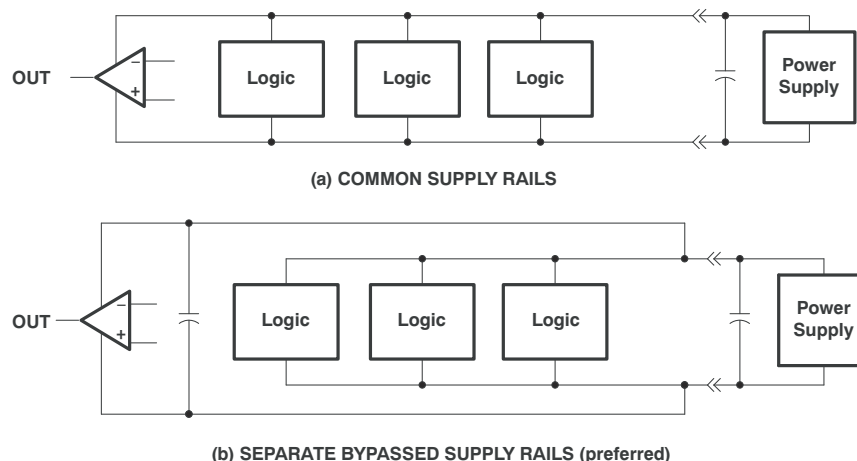

図 7-2. 一般的な電源レールと個別の電源レールの関係
1. 個別にバイパスされた電源ラインからリニアデバイスの電源を供給します (図 7-2 を参照)。それ以外の場合は、デジタルロジックの高いスイッチング電流により電圧降下が発生するため、リニアデバイス電源レールが変動する可能性があります。